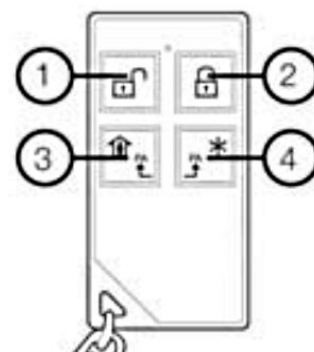

Рисунок 41. Кнопки брелока FW2-RMT-8F
2. Брелок – сначала удалить предыдущую регистрацию одновременным нажатием кнопок ② и ③ (см. рисунок 41). Регистрация – одновременно нажать кнопки ③ и ④;